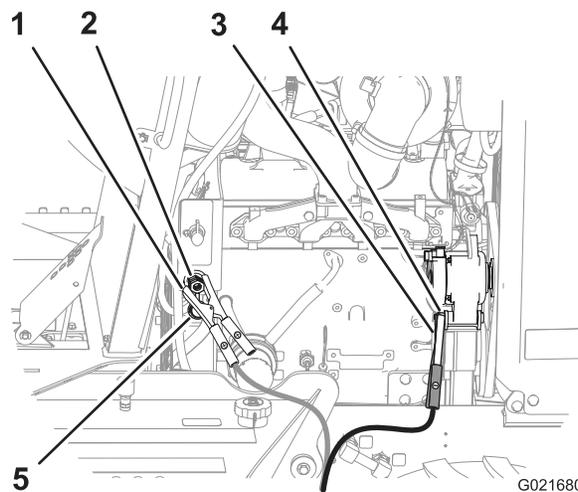

Figure 58
4. Retirez le capuchon de la borne de la batterie déchargée (Figure 58).
5. Branchez le câble de démarrage positif (+) à la borne de démarrage de secours (Figure 58).
6. Branchez le câble de démarrage négatif (-) à un point de masse, tel qu'un écrou au point de pivotement de l'alternateur (Figure 58).